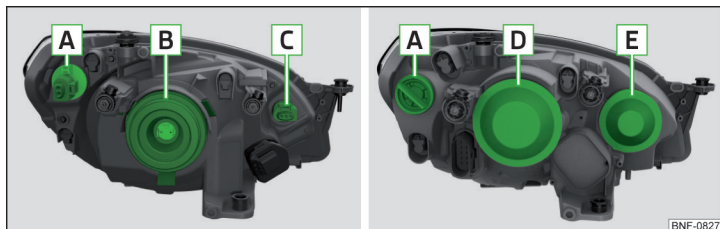

Fig. 173 Faruri față: Varianta 1/varianta 2
Disponerea becurilor cu incandescență » fig. 173
- » Rotiți soclul împreună cu becul cu incandescență **C** » fig. 173 la pagina 145 până la limită în sensul săgeții **1** » fig. 175.
- › Scoateți căpăcelul de protecție **D**, respectiv **E** » fig. 173 la pagina 145.
- › Introduceți căpăcelul de protecție **D**, respectiv **E** » fig. 173 la pagina 145.